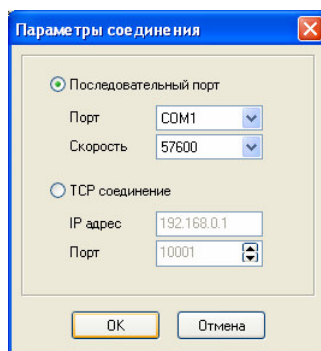

Рисунок 35 – Параметры соединения
6) нажмите в группе «Параметры соединения» кнопку «Параметры соединения...», в открывшемся окне выберите COM-порт и установите его параметры (рисунок 35);